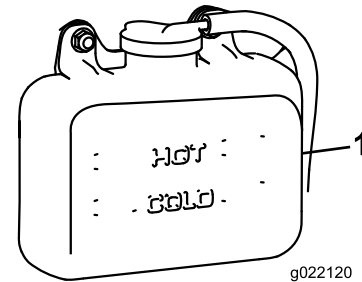

Figura 75
1. Controllate il livello di refrigerante nel serbatoio di espansione (Figura 75).